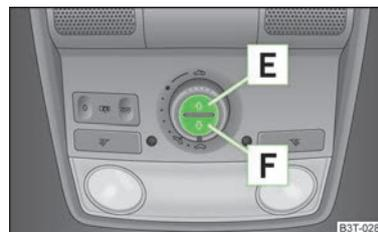

Abb. 28
Das Sonnenschutzrollo kann separat mithilfe der Tasten geschlossen bzw. geöffnet werden » Abb. 28.
- › Zum vollständigen Öffnen die Taste **[E]** » Abb. 28 kurz drücken.
- › Zum vollständigen Schließen die Taste **[F]** » Abb. 28 kurz drücken.
Für die Aktivierung des Sonnenschutzrollos die Taste **F** » Abb. 28 auf Seite 46 für ca. 10 Sekunden drücken.